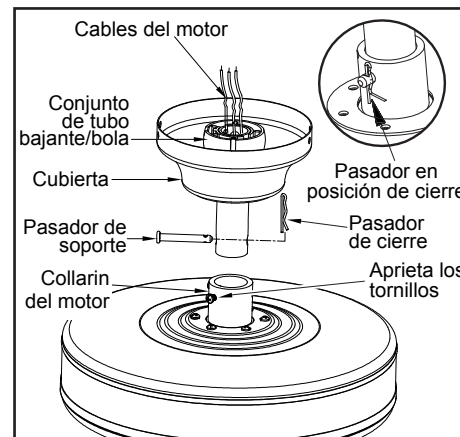

Figura 6
3. Asegúrate de que las ranuras queden en la parte superior. Inserta los cables a través de la cubierta y enseguida a través del conjunto del tubo bajante y esfera. (Figura 6)
5. Alinea los orificios en la parte inferior del tubo bajante con aquellos del collarín en la parte superior de la carcasa de motor. (Figura 6) Inserta con cuidado el pasador de soporte a través de los orificios del collarín y del tubo bajante. Ten cuidado de no apretar contra el cableado dentro del tubo bajante. Inserta el pasador de cierre en el orificio cercano al extremo del perno hasta que encaje en su posición, como se muestra en el círculo de la Figura 6.
Este ventilador se envía de fábrica con el interruptor de reversa en posición de circular el aire hacia abajo. Si deseas flujo de aire en sentido contrario, apaga el ventilador y espera a que las aspas se detengan. Enseguida desliza el interruptor de reversa (ubicado sobre la carcasa del interruptor: consulta la figura 6 en la página 4) a la posición opuesta y vuelve a encender el ventilador. Las aspas del ventilador girarán en sentido contrario e invertirán el flujo del aire.